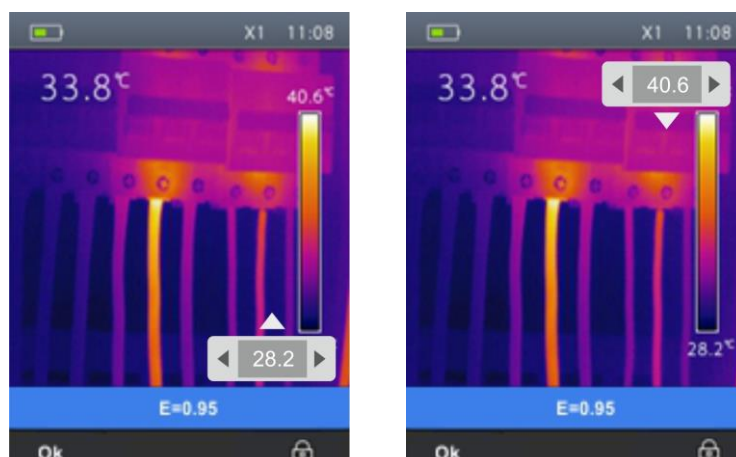

Fig. 28: Impostazione modo di regolazione temperatura dell'immagine
2. Premere e tenere premuto per 2 secondi il tasto . La seguente videata (vedere Fig. 28 – Parte sinistra) è mostrata a display
3. Premere il tasto  per passare al livello superiore della tavolozza colori (vedere Fig. 28 – Parte destra)